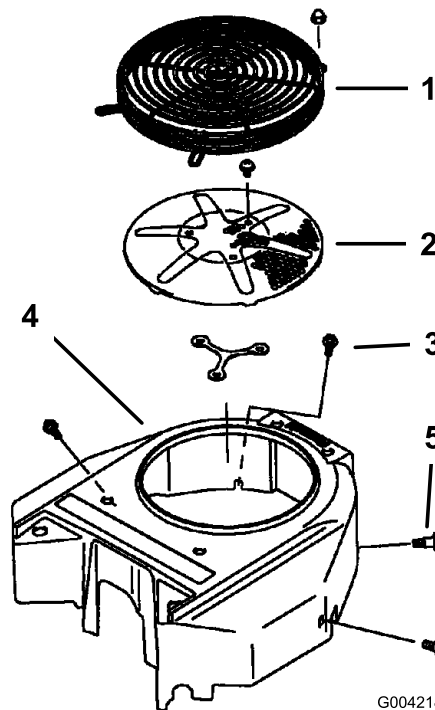

Figura 73
Antes de cada uso, elimine cualquier acumulación de hierba, suciedad u otros residuos de la rejilla del motor. Esto ayuda a asegurar una refrigeración adecuada y una velocidad de motor correcta, y reduce la posibilidad de sobrecalentamiento y daños mecánicos al motor (Figura 73).
3. Retire la rejilla de entrada de aire, el arrancador de retroceso y la carcasa del ventilador (Figura 73).
5. Instale la rejilla de entrada de aire, el arrancador de retroceso y la carcasa del ventilador (Figura 73).